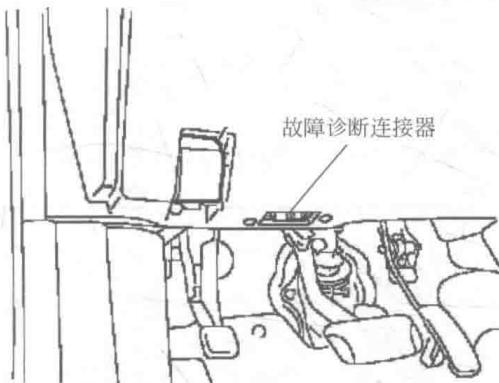

图 1-1-5 故障诊断连接器位置识别
3	如图 1-1-5 所示, 把故障诊断仪 CONSULT 连接到故障诊断连接器上, 操作诊断仪, 读取自动变速器油液温度
1	如图 1-1-8 所示, 把密封圈安装到加注管上 ① 如图 1-1-5 所示, 把故障诊断仪 CONSULT 连接到故障诊断连接器上, 操作诊断仪, 读取自动变速器油液温度, 确认油位低于 40°C ② 举升车辆 ③ 松开油底壳上的自动变速器油液泄放塞, 泄放自动变速器油液, 等到油液开始滴落时, 先把泄放塞拧紧到油底壳上 ④ 从油底壳上拆下溢流塞 ⑤ 把图 1-1-9 所示的加注管安装到油底壳上的溢流塞孔上, 把加注泵软管安装到加注管上, 使软管彻底插入加注管 ⑥ 加注约 3L 自动变速器油液 ⑦ 拆卸加注泵软管, 拆下加注管, 把溢流塞暂时拧紧到油底壳上 ⑧ 降下车辆 ⑨ 启动发动机, 等待 3min ⑩ 关闭发动机
3	如图 1-1-5 所示, 把故障诊断仪 CONSULT 连接到故障诊断连接器上, 操作诊断仪, 读取自动变速器油液温度, 确认油位低于 40°C